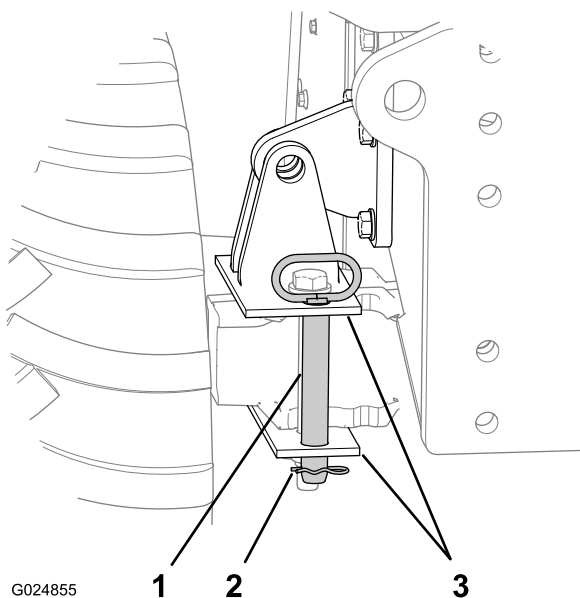

Figure 45
2. Retirez la goupille fendue de la goupille de verrouillage d'inclinaison (Figure 45).
1. Insérez la goupille de verrouillage d'inclinaison dans les trous verticaux du support de verrouillage d'essieu (Figure 45).
2. Fixez la goupille au support de verrouillage avec la goupille fendue (Figure 45).